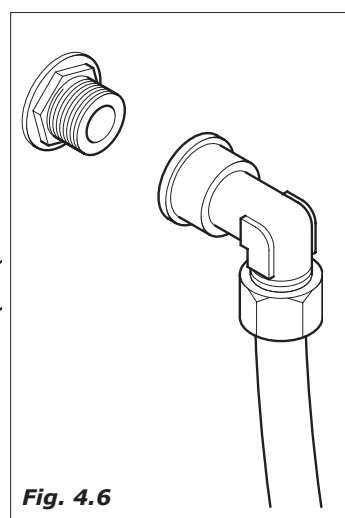

Fig. 4.6
- L'attacco previsto è un 3/8" gas (Fig.4.6).